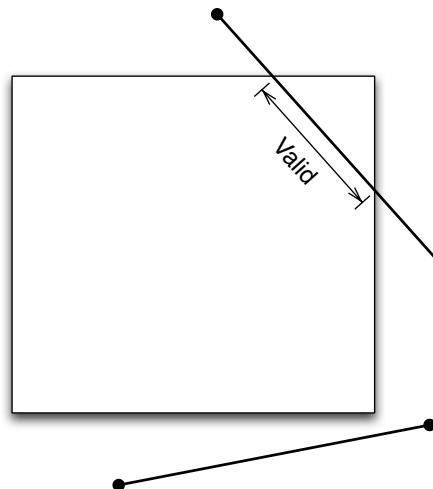

図 7.1 ラインのサンプリング指定で無効なケース
- Line グループで指定された線分は，必要なら計算対象領域内にクリッピングしてから，線分上の両端を含む分割点をモニタ点に定めます . 線分が完全に計算対象領域外にある場合には，エラーメッセージを出力してソルバーの実行を停止します . このようなケースは図 7.1 に示すような場合が想定されます .